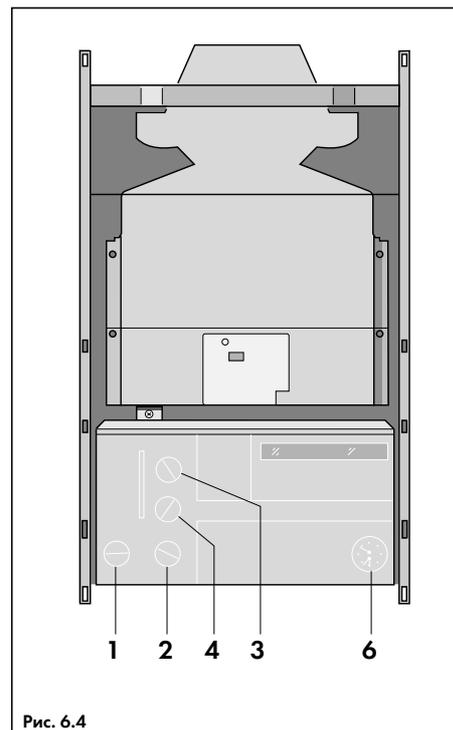
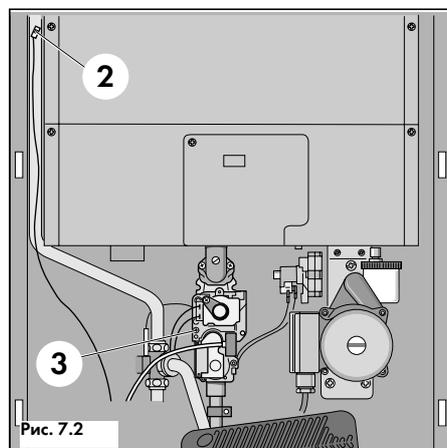
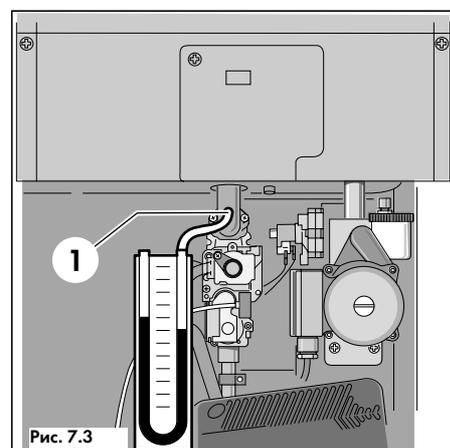

Рис. 6.4
Рис. 7.2
Рис. 7.3
Необходимо провести предписанные нормативными документами испытания газопровода, произвести контроль герметичности всех соединений и продувку газопровода перед первым включением аппарата. Для продувки можно использовать штуцер для измерения давления газа на входе в аппарат (3, рис. 7.2). При этом следует обратить внимание на то, чтобы работала вытяжная вентиляция, погасить открытый огонь, не курить во время продувки. Продувка газового тракта самого аппарата не требуется, т.к. она выполняется автоматически при выполнении программы розжига.
- Эту процедуру повторять на всех радиаторах, пока вся установка не будет заполнена водой и не будут удалены все воздушные пробки, а манометр (6, рис. 6.4) на передней панели котла не будет показывать 1,5 бар;
- Включить электропитание аппарата, повернув главный выключатель котла (1, рис. 6.4) из положения "выкл"  в положение "вкл"  — при этом должен загореться зеленый индикатор  на панели управления;
- Переключатель режимов работы аппарата (2, рис. 6.4) поставить в положение "Отопление и горячая вода" ;
- Регулятор температуры горячей воды (4, рис. 6.4) установить на максимальную температуру\*, а регулятор температуры подающей линии (3, рис. 6.4) установить в положение "9";
Если попытка зажигания оказалась безуспешной, то на панели управления котла включится красный индикатор "Сбой" (см. рис. 8.1). Как правило, это означает, что нарушена подача газа или же из газопровода не до конца удален воздух. Проверить еще раз подачу газа, после чего переключатель режимов работы (2, рис. 6.4) повернуть в положение "Разблокировать" . Будет предпринята повторная попытка розжига.
- Переключатель режимов работы аппарата (2, рис. 6.4) поставить в положение "Горячая вода" . При этом аппарат должен отключиться;
- Регулятор температуры подающей линии (3, рис. 6.4) установить в желаемое положение согласно главе 9.3;
- Ослабить запорный винт (3, рис. 7.2);
- Подключить манометр к штуцеру (3, рис. 7.2). (Рекомендуется применение U-образного манометра с разрешением не хуже 0,1 мбар);
- У аппаратов VUW: Регулятор температуры горячей воды (4, рис. 6.4) установить на "9". Полностью открыть краны горячей воды так, чтобы аппарат работал с полной нагрузкой;
- У аппаратов VU: Включить режим "Отопление и горячая вода" . Установить регулятор температуры подающей линии (3, рис. 6.4) на "9". Разъединить разъём датчика NTC (2, рис. 7.2);
- У аппаратов VU: Восстановить разъём датчика NTC (2, рис. 7.2);
- Затянуть запорный винт на штуцере (3, рис. 7.2) и проверить его на герметичность (обмыливанием).
- Открутить запорный винт и присоединить одну трубку U-образного манометра к измерительному штуцеру аппарата (1, рис. 7.3);
Регулятор температуры горячей воды (4, рис. 6.4) установить на "9". Полностью открыть краны горячей воды так, чтобы аппарат работал с полной нагрузкой;
Включить режим "Отопление и горячая вода" . Установить регулятор температуры подающей линии (3, рис. 6.4) на "9". Разъединить разъём датчика NTC (2, рис. 7.2);
- Если корректировка настройки газовой арматуры не требуется, то выключить котел, отсоединить манометр, плотно закрутить винт измерительного штуцера (1, рис. 7.3) и проверить его на герметичность. У аппаратов VU восстановить соединения датчика NTC (2, рис. 7.2);
Регулятор температуры горячей воды (4, рис. 6.4) установить на "9";
Включить режим "Отопление и горячая вода" . Установить регулятор температуры подающей линии (3, рис. 6.4) на "9".
Разъединить разъём датчика NTC (2, рис. 7.2);
- Выключить котел, отсоединить манометр, плотно закрутить винт измерительного штуцера (1, рис. 7.3) и проверить его на герметичность. У аппаратов VU:
Восстановить соединения датчика NTC (2, рис. 7.2);
- Установить переключатель режимов работы аппарата (2, рис. 6.4) в желаемое положение  или . Установить в желаемое положение регулятор температуры подающей линии (3, рис. 6.4) (См. гл. 9.3).
Установить в желаемое положение регулятор температуры горячей воды (4, рис. 6.4) (См. гл. 9.3).
- Разъединить разъём датчика NTC (2, рис. 7.2);
- Выключить котел, отсоединить манометр, плотно закрутить винт измерительного штуцера (1, рис. 7.3) и проверить его на герметичность. Восстановить соединения датчика NTC (2, рис. 7.2);